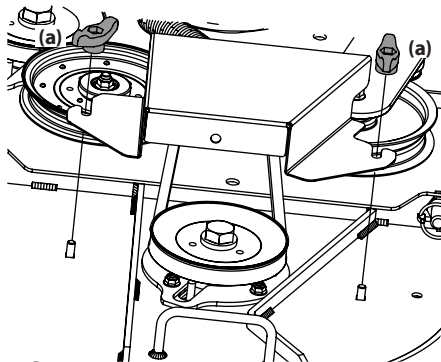

Figure 4-14
3. Retirez les écrous papillon (a) qui fixent le couvercle des courroies (b) au plateau de coupe. Voir Figure 4-14.